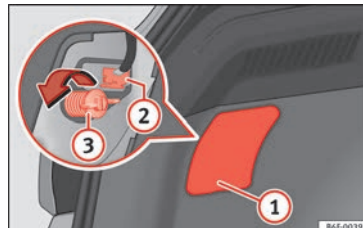
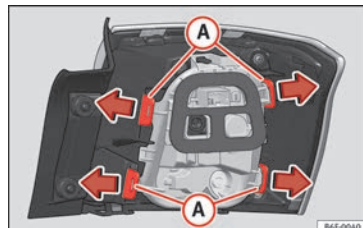

Abb. 116 Gepäckraum: Zugang zur Befestigungsschraube der Heckleuchte
Abb. 117 Befestigungsglaschen Rückseite Heckleuchte.
3. Hebeln Sie die Abdeckung an der Aussparung » Abb. 116 ① mit dem flachen Teil des Schraubendrehers ab.
4. Ziehen Sie den Stecker von der Lampe ② ab.
5. Schrauben Sie mit der Hand oder mit Hilfe eines Schraubendrehers die Befestigungsschraube der Leuchte ③ heraus.
7. Bauen Sie den Lampenträger aus, indem Sie die Befestigungslaschen » Abb. 117 Ⓐ entriegeln.